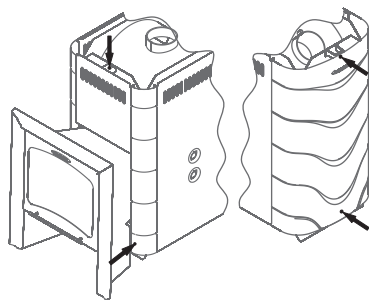

Рисунок 8. Винты для демонтажа конвектора печи «Гейзер 2014 Витра»
2. Снять конвектор, открутив 5 саморезов (рисунок 8)